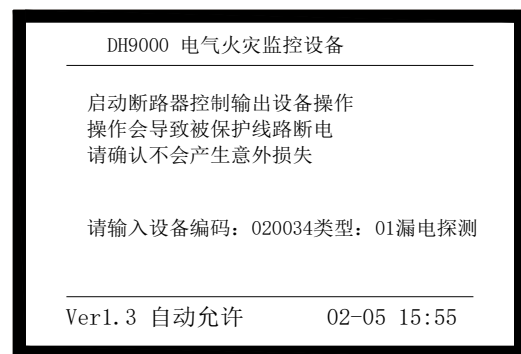

图 5-19 启动断路器控制输出操作界面
- ✧ 按“TAB”键，参照“附录二 设备类型表”，输入其设备类型“01”（如图 5-19）。
注意：在进行“控制输出”操作中输入设备的编码时，可以使用通配符“*”，表示这一位可以是 0~9 中的任意数字，这个功能可以使我们方便的将一类设备启动或停止。例如：如果要启动系统中所有的漏电探测器，我们可以在启动断路器控制输出操作界面（如图 5-19）输入：“*****”，“TAB”，“01”，这样所有设备类型为 01 的漏电探测器将被启动。